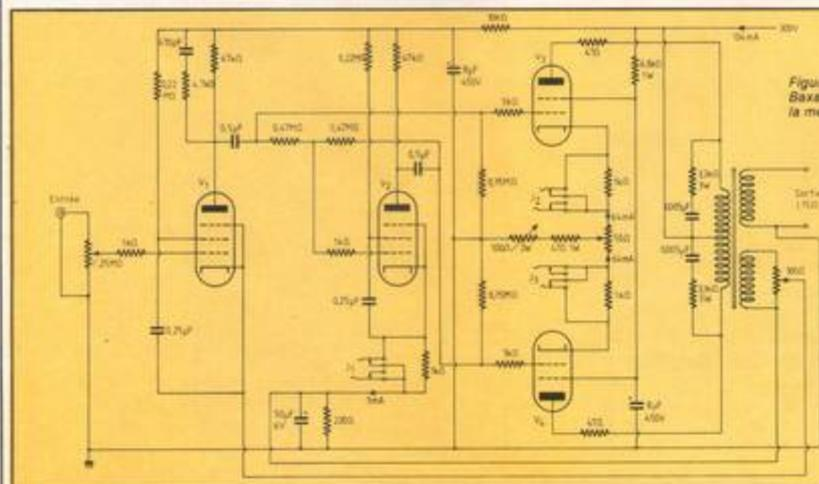

Figure 3 - L'amplificateur de P.J. Baxandall (les prises Jacks autorisent la mesure des tensions ou courants).
À peu près à la même époque que Williamson, et toujours dans *Wireless World*, P.J. Baxandall — qui devait se faire un nom grâce à un contrôle de timbre original — publia en janvier 1948 (10) un schéma d'amplificateur Hi-Fi, lui aussi à contre réaction globale (fig. 3) mais utilisant cette fois en sortie des tetrodes (KT66) employées comme telles. À l'inverse du Williamson, l'étage driver a disparu et le déphasage utilise le principe du «floating paraphase» (ou «anode follower»). Ici encore, le transformateur de sortie doit être d'excellente qualité et P.J. Baxandall donne dans son article toutes les indications pour que l'amateur puisse construire celui-ci lui-même. Bien que n'ayant pas eu le succès du Williamson, l'amplificateur de P.J. Baxandall n'en présentait pas moins d'excellentes performances. (Son schéma fut réédité, ainsi que celui d'autres amplificateurs de qualité, par *Wireless World* (11)).